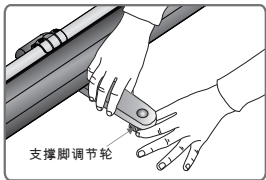

图 11
5. 银幕展开后，如果地面不平，导致银幕倾斜时，您可按图11所示调节支撑脚调节轮，使银幕恢复平整、垂直。